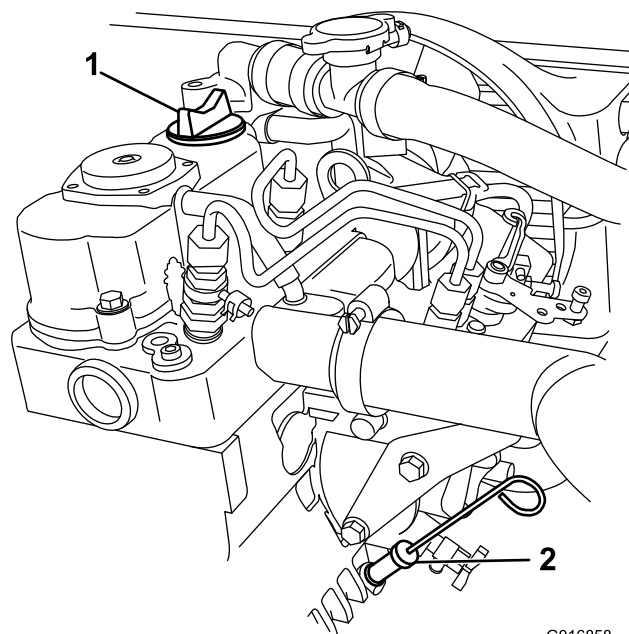

Figure 19
3. Avec un chiffon, nettoyez la surface autour de la jauge de niveau (Figure 19) pour éviter de faire tomber des impuretés dans le tube de la jauge et d'endommager le moteur.
5. Enfoncez la jauge au fond du tube (Figure 19).
6. Sortez de nouveau la jauge et examinez son extrémité (Figure 19).
7. Réinsérez la jauge d'huile au fond du tube de remplissage (Figure 19).